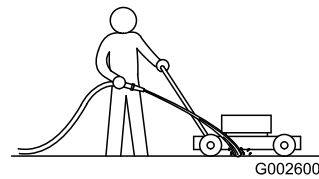

Figura 21
4. Sostenga una manguera de jardín a la altura del manillar y dirija un chorro de agua por delante de la rueda trasera **derecha** (Figura 21).